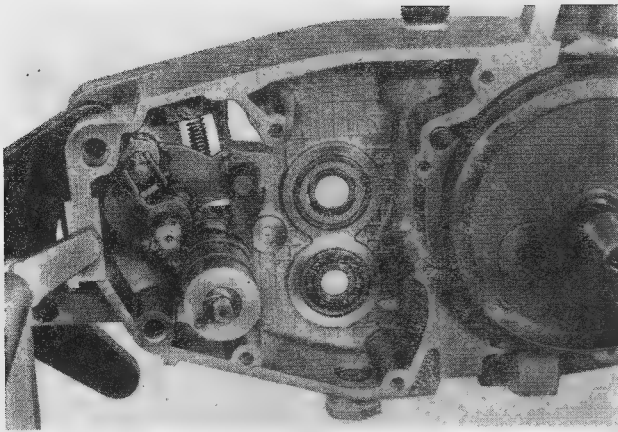

Bild 174. Schaltwelle mit Schaltwalze einsetzen
Die Schaltwalze sollte zur Erleichterung der nachfolgenden Arbeitsgänge so gedreht werden, daß der Kontaktniet (N) nach oben zeigt (Bild 174).